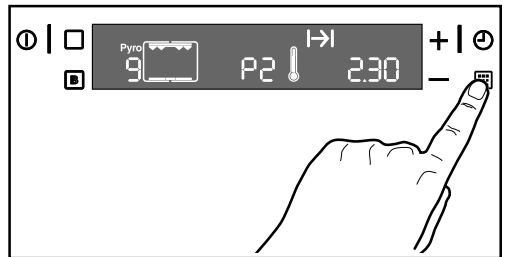

Fig. 21
6. Pour confirmer la position Pyrolyse que vous désirez, appuyez sur la commande , l'indication "**Pyro**" devient fixe, l'éclairage du four s'éteint et le cycle de nettoyage démarre (Fig. 21).